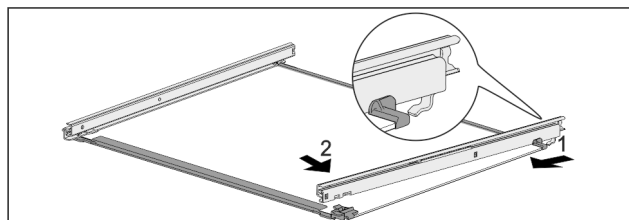

Fig. 53 Skleněná deska s kolejničkami
- ▶ Zahákněte kolejničku vzadu. Fig. 53 (1)
- ▶ Zaklapněte kolejničku vpředu. Fig. 53 (2)